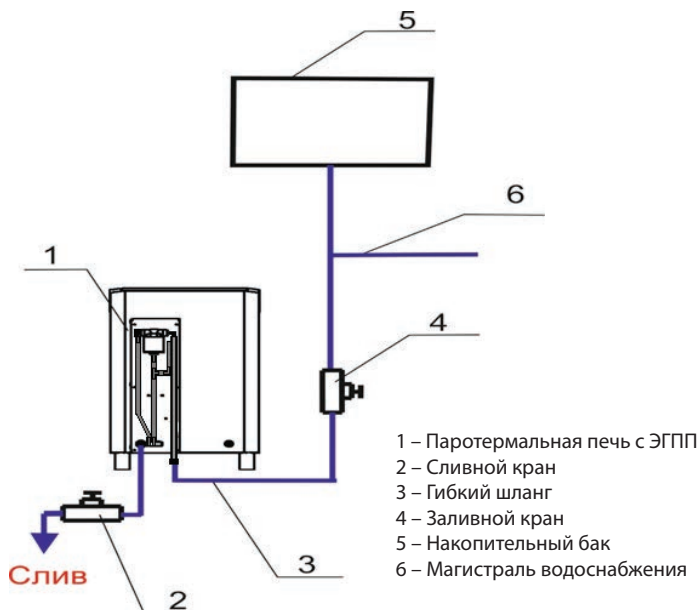

Рис. 4 Схема подключения ЭГПП при эксплуатации в автоматическом режиме заполнения водой
2.2.4 При организации заполнения Устройства водой подключить его с помощью гибкого шланга к водопроводной сети или накопительному баку, расположенному в смежном помещении (см. рис. 4). В любом случае перед Устройством следует установить запорный кран (поз. 4 рис. 4). Установить кран слива воды (поз. 2 рис. 4), либо заглушить сливной штуцер резьбовой пробкой. Для предотвращения образования известковых отложений, значение жесткости воды должно находиться в диапазоне от 0,5° до 5 °F. Рекомендуется использование специальной установки-деминерализатора (с обратным осмосом).
- 2.3.2.1 Закрывать сливной кран (поз. 2 рис. 4) и открыть заливной кран (поз. 4 рис. 4).
2.3.2.6 После окончания работы рекомендуется слить воду из системы. Для этого закрыть заливной кран (поз. 4 рис. 4) и открыть сливной кран (поз. 2 рис. 4). Дождаться полного слива воды из системы, выключить Устройство на пульте управления. Оставить краны в таком положении до следующего включения Устройства.